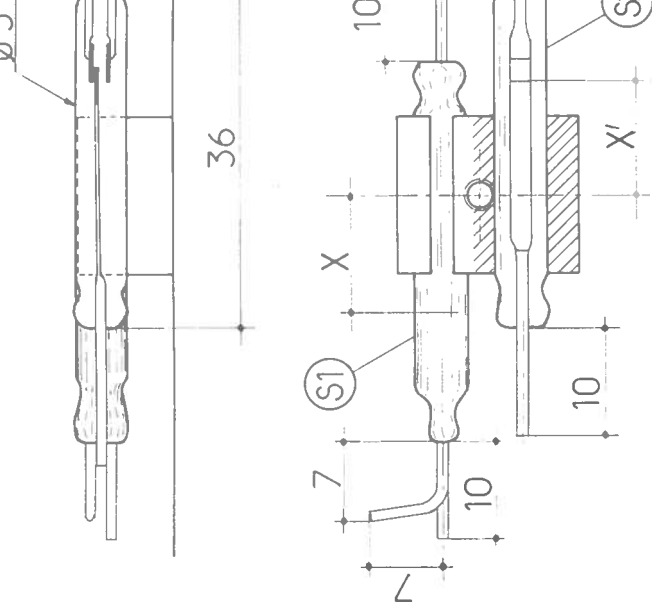

FIG.114 Positionnement des 'ILS'
(fig. 114) (voir photo 41)
• 2° Plier les bornes suivant la figure 114 et couper de longueur à la pince coupante.